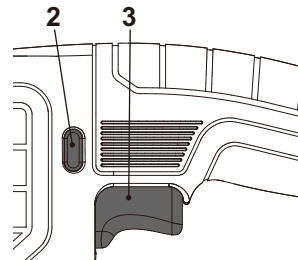

Fig. 9
- > Mettez l'appareil en marche en appuyant sur le bouton marche/arrêt (3) (Fig. 9).
- > Arrêtez l'appareil en relâchant le bouton marche/arrêt (3).